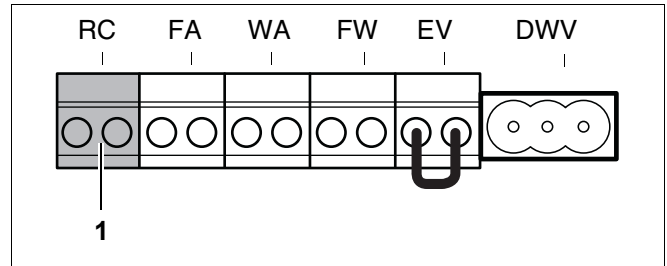

Рис. 30 Клеммы для подключения блока управления RC и шины EMS
- Подключить систему управления Logamatic RC20, RC30 или каскадную систему управления Logamatic 4121, 4122 к оранжевой клемме RC (рис. 30, поз. 1). При этом следует использовать 2-жильный силовой кабель сечением 0,4 - 0,75 мм2.
- При внешнем монтаже модулей, подключите модули к шине EMS на клеммах RC (рис. 30, стр. 34).
- Подключите шину EMS к клемме RC (рис. 30, стр. 34).